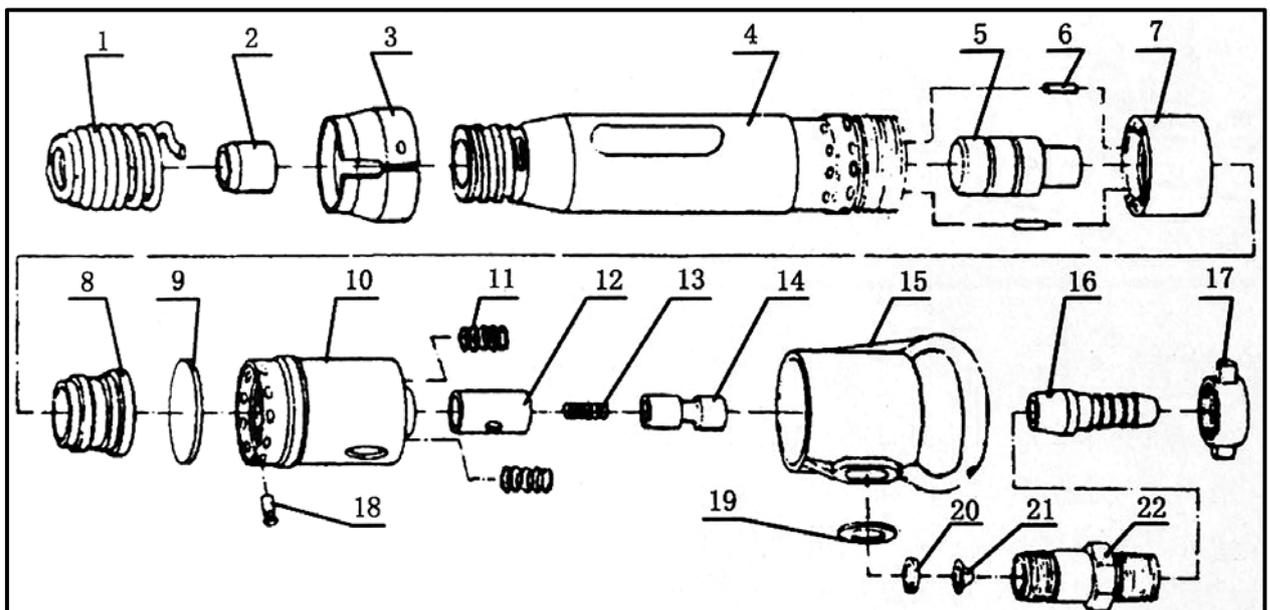

Рис.1.
4.1. Молоток (рис. 1) представляет собой поршневую пневматическую машину ударного действия с клапанным воздухораспределением, работающую под действием сжатого воздуха.
6.1. Разборку молотка для устранения неисправностей, профилактического осмотра или его консервации производите в Сервисном центре специалистами в следующей последовательности (рис. 1):